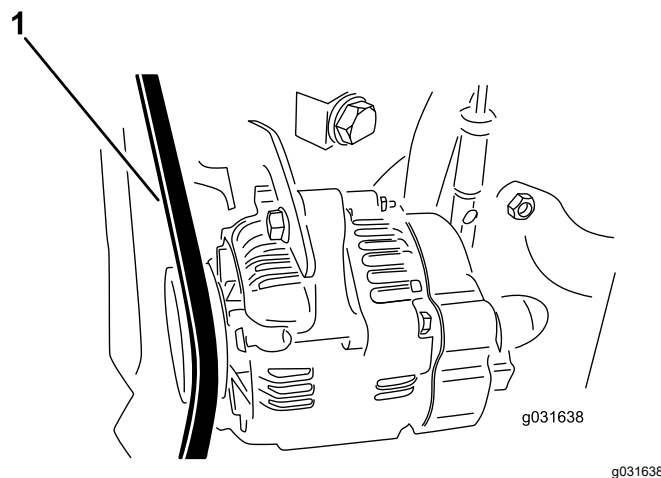

図 61
2. プーリとプーリの間中部でベルトを指で0.25 kg程度の力で押して点検する 図 61。